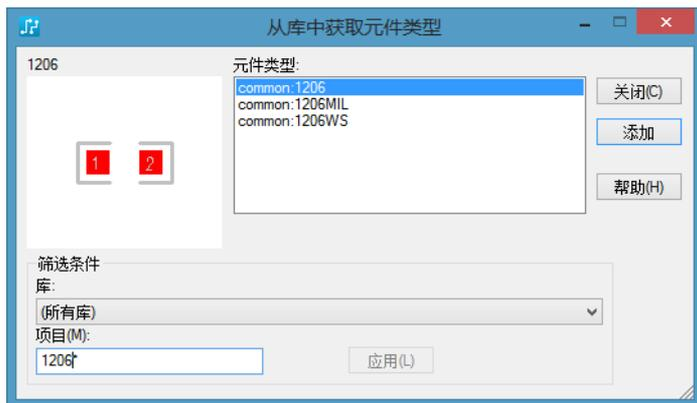

图 14-10 查找 1206 封装的元器件类型
(4) 在“项目”文本框内输入“1206”，按<Enter>键，如图 14-10 所示。
(5) 单击“添加”按钮，进行元器件的添加。